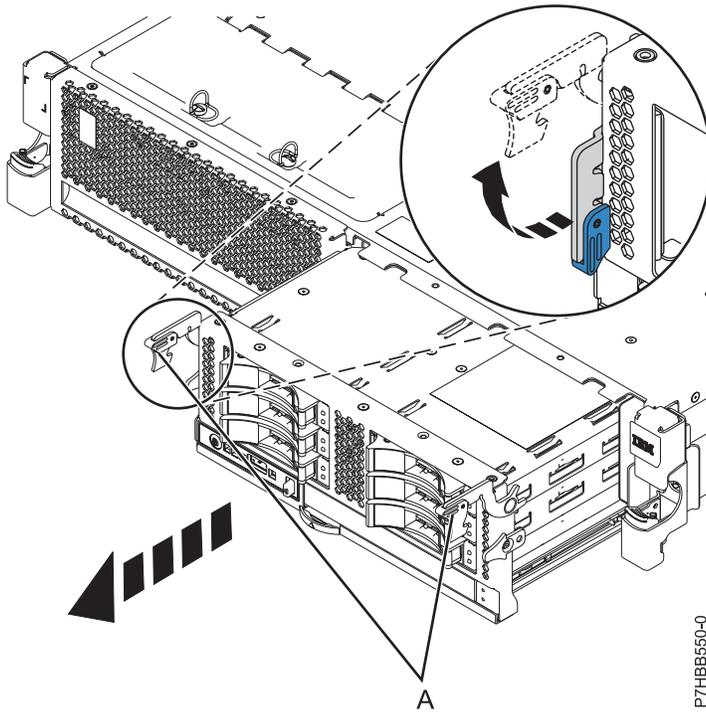
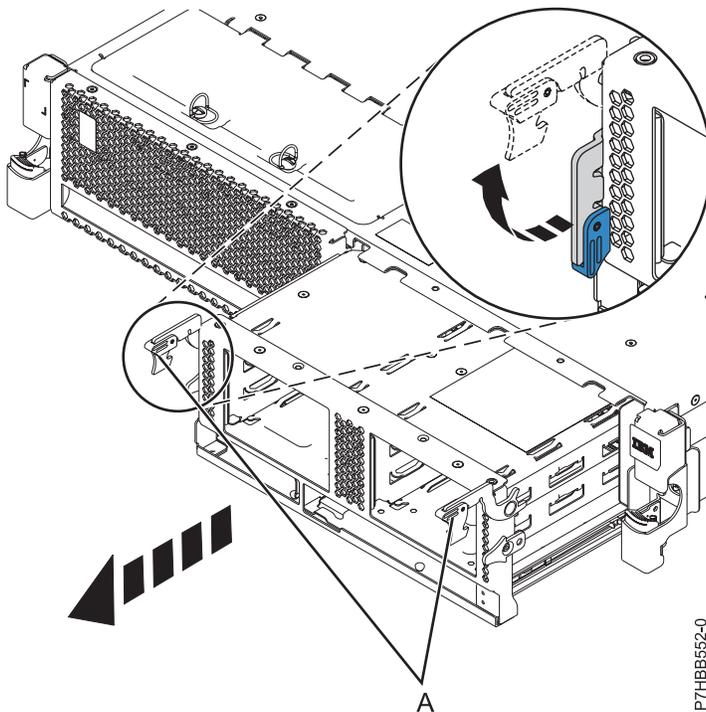

Figura 31. Extraer la placa posterior con unidades de disco
Figura 32. Extraer la placa posterior sin unidades de disco
13. Desbloquee la placa posterior de la unidad de disco tirando de las asas (A) para abrirlas desde el centro de la placa posterior como se muestra en la Figura 31 y en la Figura 32.